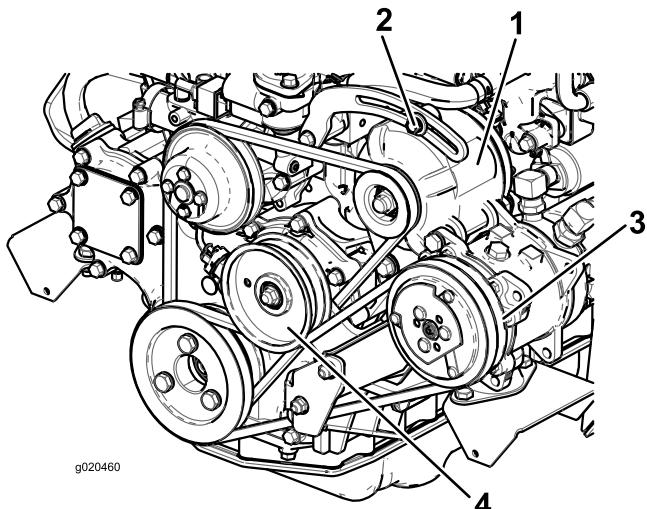

Bild 71
Lockern Sie bei einer Durchbiegung von mehr oder weniger als 10 mm die Befestigungsschrauben der Lichtmaschine (Bild 71).
2. Lockern Sie bei einer Durchbiegung von mehr oder weniger als 10 mm die Befestigungsschraube der Spannscheibe (Bild 71).